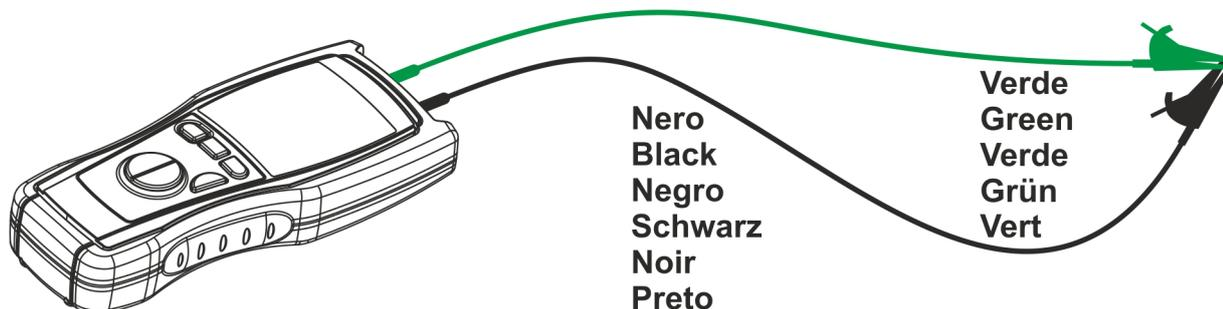

Fig. 6: Ligação dos terminais durante o procedimento de calibração
2. Curto-circuitar as extremidades dos cabos de medida (ver Fig. 6) tendo atenção para que as partes metálicas das ponteiros ou dos crocodilos façam um bom contacto entre si.